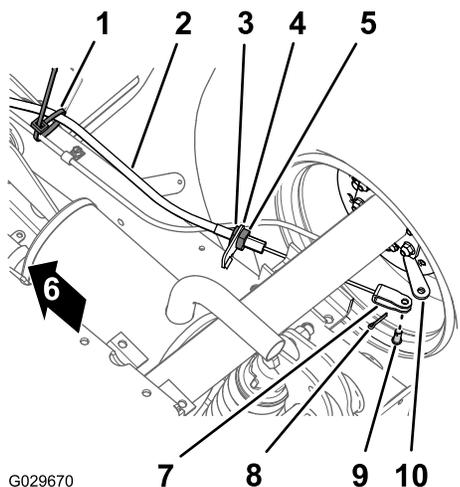

Figura 42
1. Sulla parte inferiore della macchina, rimuovete la fascetta per cavi che fissa il cavo del freno di stazionamento alla linea del freno di servizio (Figura 42).
2. Contrassegnate una striscia di rotazione sul controdado anteriore per il cavo del freno di stazionamento (Figura 42).
3. Allentate il controdado posteriore e rimuovete il cavo dalla staffa del cavo del freno (Figura 42).
4. Togliete la coppiglia e il perno con testa che fissano l'uncino del cavo del freno di stazionamento alla leva di azionamento del freno e separate il cavo dalla leva (Figura 42).
- Disponete il regolatore filettato del cavo del freno di stazionamento sulla staffa del cavo del freno e l'uncino sulla leva di azionamento del freno (Figura 42).
- Allineate il regolatore filettato del cavo del freno di stazionamento alla staffa del cavo del freno e serrate il controdado posteriore (Figura 42).